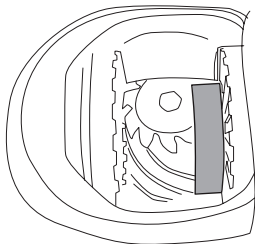

Рис. 4
5. Установите дистанционное кольцо [3], расположив его большим внутренним диаметром к полуосевой муфте (рис. 4):